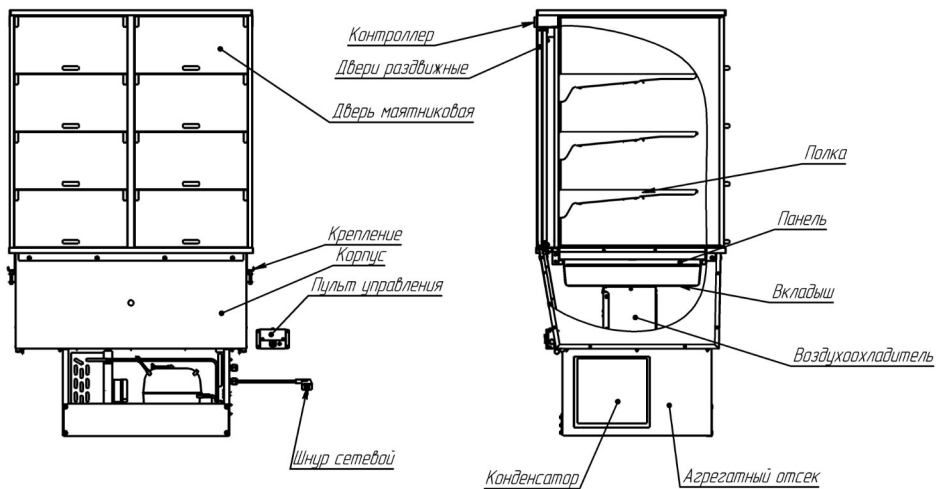

Рисунок 1
1.3.9 Контроллер, расположенный над раздвижными дверьми, (см. рис. 1) позволяет запрограммировать любой режим работы холодильной витрины. На предприятии «Атеси» установлен наиболее оптимальный режим и для исключения произвольного перепрограммирования введен код, блокирующий доступ к изменению режима работы холодильной витрины. В случае необходимости перепрограммирования режима работы, следует обращаться на завод-изготовитель или в авторизованный сервисный центр.
3.4 Для очистки ванны необходимо вынуть панели, либо гастроемкости с перемычками и вкладыш (см. рис. 1), после чего произвести очистку внутренних поверхностей ванны. Обратить внимание на отсутствие посторонних предметов в дренажных отверстиях на дне ванны.